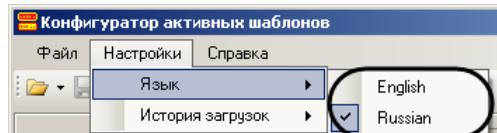

Рис. 13.3—3 Изменение языка интерфейса утилиты PatCfgr.exe
2. Выбрать требуемый язык интерфейса (см. Рис. 13.3—3).
Для завершения работы утилиты PatCfgr.exe необходимо нажать на кнопку или выбрать пункт «Выход» в меню «Файл» (см. Рис. 13.3—2).